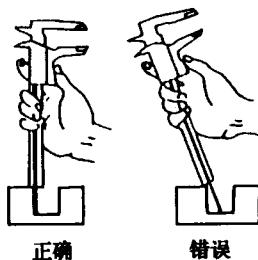

图1-6 测量深度尺寸的方法
(4) 用游标卡尺的深度尺测量工件的深度尺寸时，要使尺身尾端端面与被测深度部位的端面垂直接触。游标卡尺要垂直于被测深度部位放置，不得前后左右歪斜（图 1-6）。右手握住卡尺，并用大拇指拉动尺框向下移动，直至手感到深度尺与槽底接触，即可进行读数。